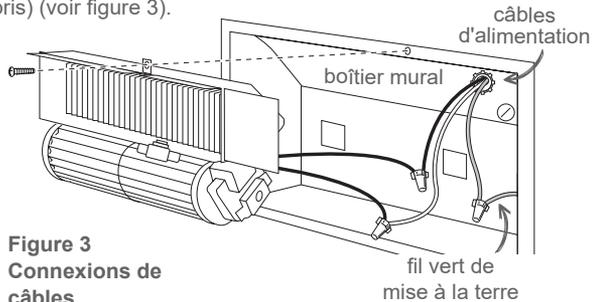

Figure 3
1. Raccorder le fil de mise à la terre au fil de mise à la terre vert du boîtier mural (voir figure 3).
- A. Dans le cas d'un appareil de 240 volts, utiliser n'importe quel câble de l'appareil de chauffage (figure 3);
- B. Dans le cas d'un appareil de 120 volts, raccorder le câble d'alimentation électrique neutre (blanc) au câble blanc de l'appareil de chauffage (voir figure 3).
3. Raccorder l'autre câble d'alimentation électrique à l'autre câble de l'appareil de chauffage à l'aide d'un capuchon de connexion (non compris) (voir figure 3).
4. Insérer le bas de l'appareil de chauffage dans la partie inférieure du boîtier mural (voir figure 3).